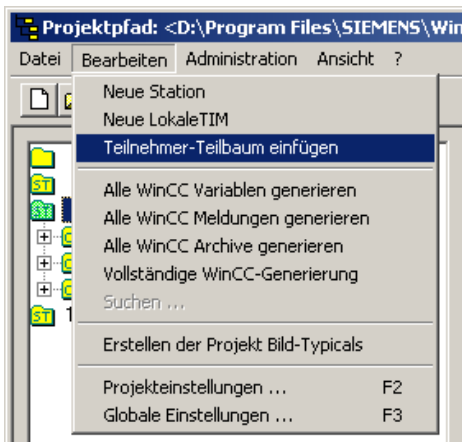

Bild 4-61 Fenster ST7cc Config
3. Klicken Sie in der Menüleiste auf *Bearbeiten* und öffnen Sie das Auswahlmü (siehe Bild 4-61).